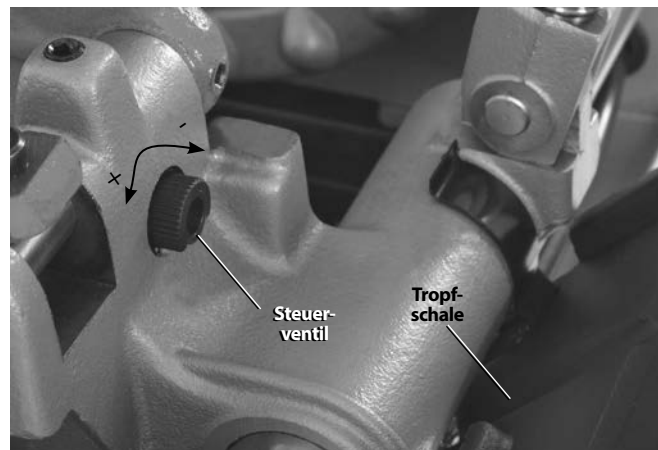

Abbildung 5 – Einstellen des Ölflusses
11. Überprüfen Sie den Pegel des RIDGID Gewindeschneidöls. Entfernen Sie die Späneauffangschale und den Ölwanneneinsatz; achten Sie darauf, dass die Filtersiebbaugruppe vollständig in Öl eingetaucht ist. *Siehe Wartung des Ölsystems.* Wenn die Maschine mit einer Tropfschale ausgestattet ist, achten Sie darauf, dass sie korrekt platziert ist, sodass das vom Schneidkopf tropfende Öl in die Späneauffangschale geleitet wird (*siehe Abbildung 5*).
- Bewegen Sie den Schneidkopf in die Betriebsposition. Betätigen Sie den Fußschalter und lassen Sie ihn gedrückt. Überprüfen Sie, ob Öl durch den Schneidkopf fließt. Nehmen Sie den Fuß vom Fußschalter. Der Ölfluss kann mit dem Steuerventil am Schlitten reguliert werden (*Abbildung 5*). Bei Rotation im Uhrzeigersinn nimmt der Fluss ab, bei Rotation gegen den Uhrzeigersinn nimmt er zu. Nicht bei laufender Maschine einstellen.